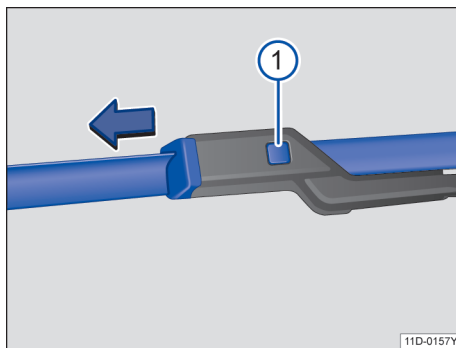

图 143 更换风窗刮水器刮水片
- 按住→图 143 分离按钮 ① 同时沿图示箭头方向拉出刮水片。